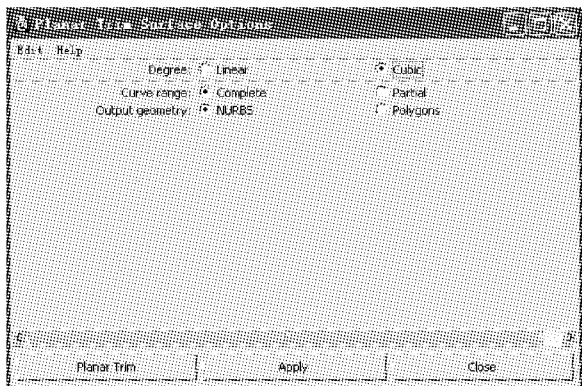

图 3-24 参数设置
(3) 在弹出的 Planar Trim Surface Options 对话框中,设置平面参数,如图 3-24 所示。